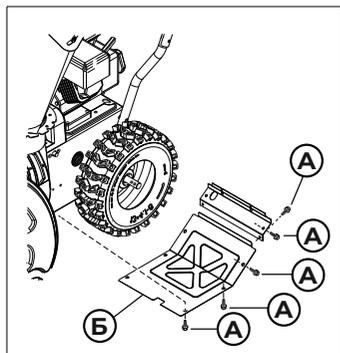

Рис. 38
- Выкрутите винты (рис. 38, поз. А) и снимите нижнюю панель (рис. 38, поз. Б).